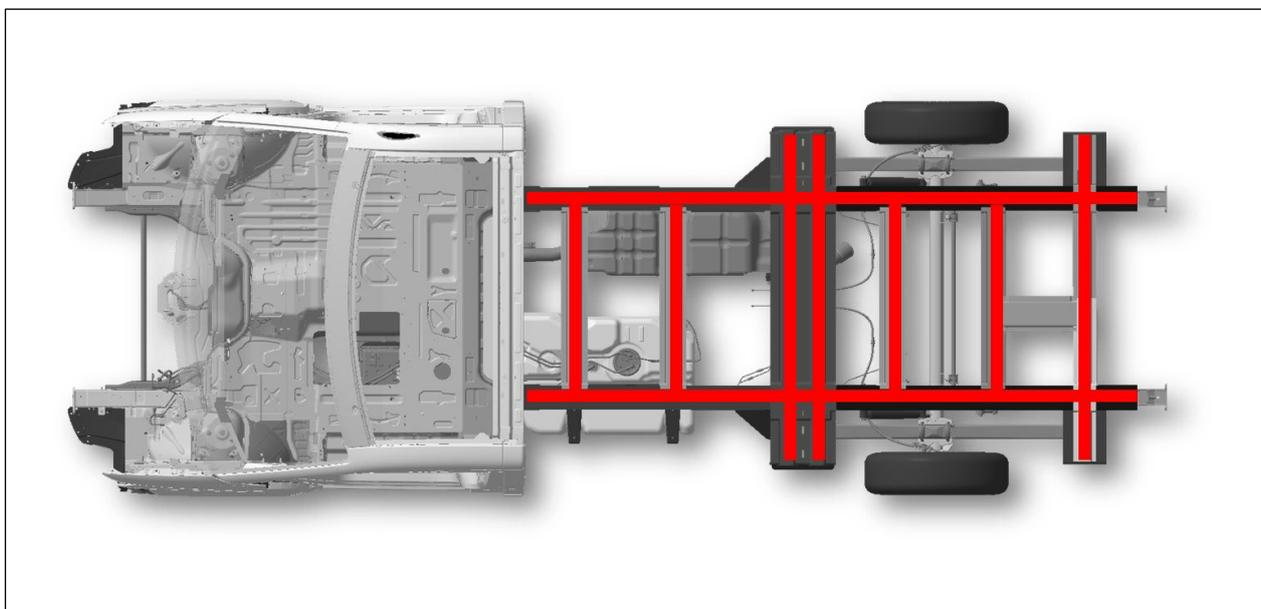

Fig. 3: autotelaio Crafter a telaio piano superfici di incollaggio per la sovrastruttura (rappresentazione schematica della superficie del telaio)
- Il rapporto delle superfici di incollaggio (in rosso) rispetto alla superficie complessiva deve essere di **almeno il 75%** (vedi fig. 3 "Autotelaio Crafter a telaio piano - superfici di incollaggio per la sovrastruttura").